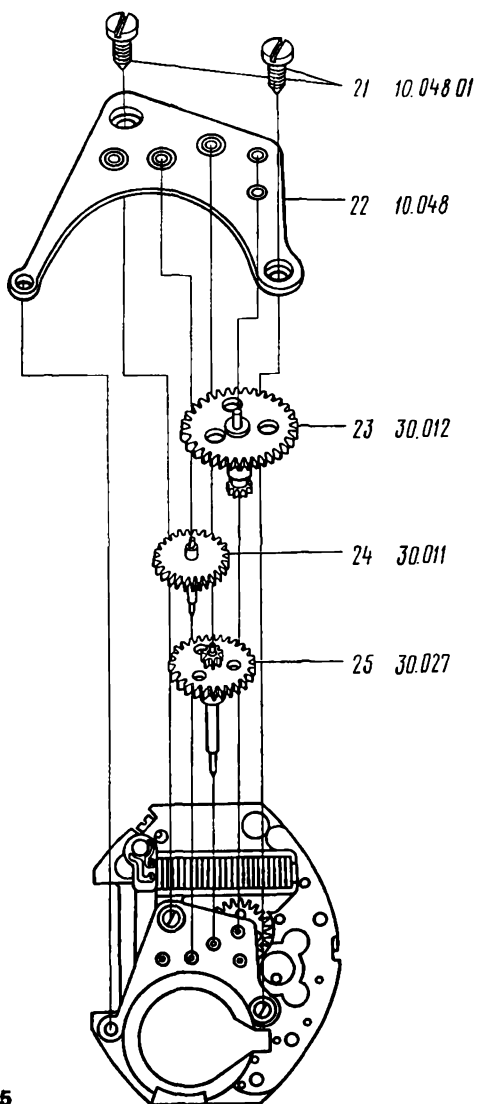

Рис. 25
23. Отвернуть и снять винты моста колесной передачи 21 (рис. 25)